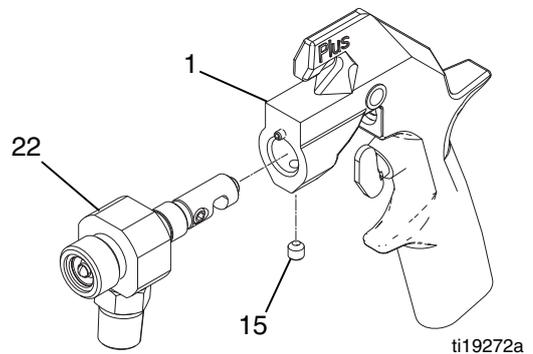

FIG. 16
- Introduzca el alojamiento de fluido (22) en el cuerpo de la pistola (1) hasta que quede bien acoplado. Aplique Loctite® de resistencia media (azul) o equivalente en el tornillo de fijación (15). Apriete el tornillo de fijación a un par de 60-75 in-lb (6,8-8,5 N•m). Llene la cavidad del tornillo de fijación con vaselina. Consulte la FIG. 16.